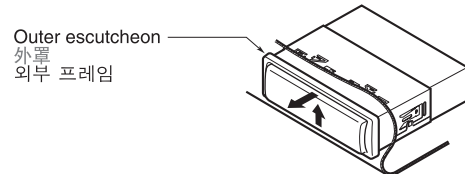

Figure 9 / 圖 9 / 그림 9
- Press the outer escutcheon upward and remove it. (Figure 9)
- 向上按压外罩将其取下. (图9)